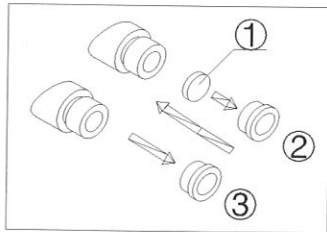

图 5
(二) 清洁分划板①。将分划板有刻线的一面朝下，装进压圈（如图 5）所示。